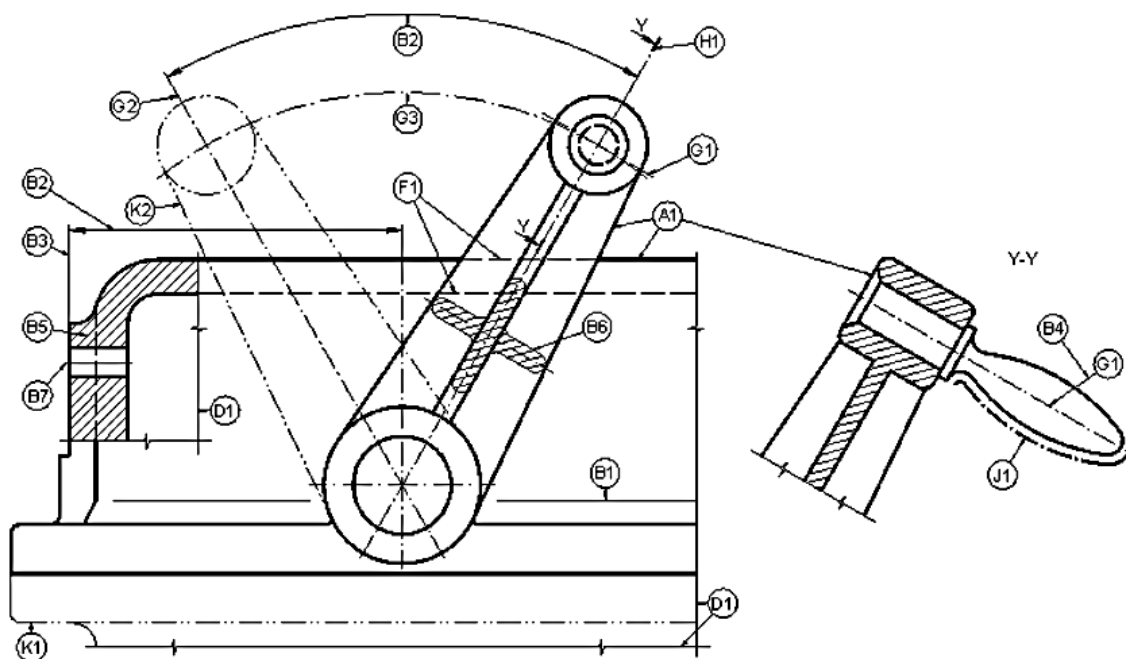

Fig. 18
13) Una sección local puede dibujarse cuando no es conveniente una media sección o sección completa. La interrupción local puede mostrarse ya sea por medio de una línea continua delgada, trazada a pulso o por una línea continua delgada, con zigzag, Fig. 18.